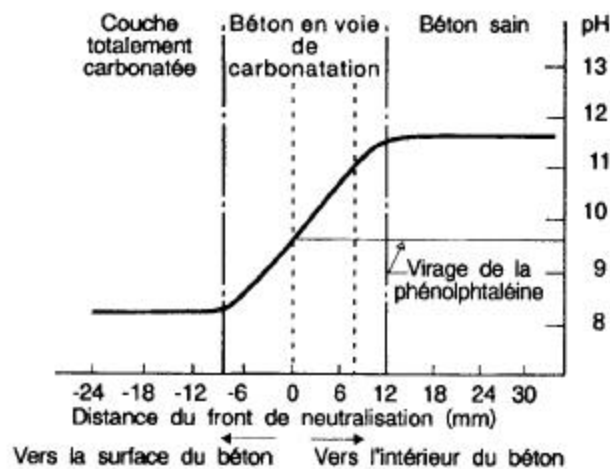

Fig 2.110 - Gradient de pH en fonction de la profondeur carbonatée.
- On peut mesurer la profondeur de carbonatation par un essai de coloration à la **phénolphtaléine** (Fig 2.110).